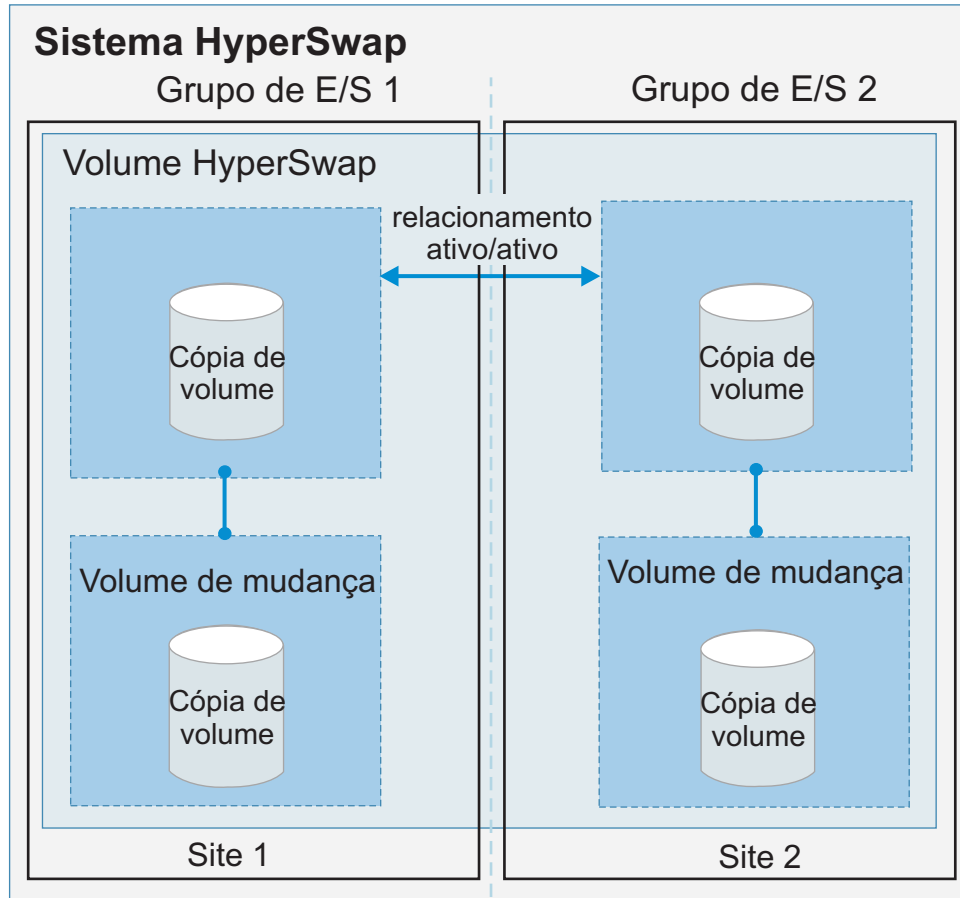

Figura 6. Exemplo de volumes HyperSwap
- *Volumes HyperSwap*, em que as cópias de um único volume estão em conjuntos de armazenamentos diferentes, os quais estão em locais diferentes. O volume é armazenado em cache em dois grupos de E/S em sites diferentes, como exibido pelo Figura 6 na página 6. Esses volumes podem ser criados somente quando a topologia do sistema é HyperSwap.